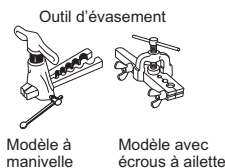

Fig. 4
- 4) Travaux d'évasement (Fig. 4, 5). Tenez fermement le tuyau de cuivre dans la dimension indiquée dans le tableau. Sélectionnez A mm dans le tableau suivant l'outil que vous utilisez.